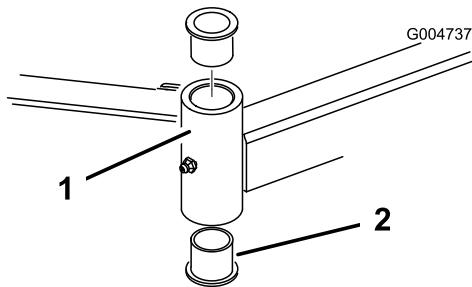

Figura 108
4. Inserite un punteruolo nella parte superiore o inferiore del tubo di fissaggio, e spingete la boccola fuori del tubo (Figura 108).